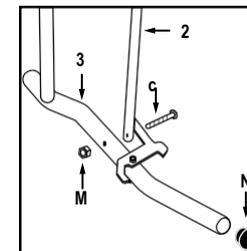

Рис. 3
- Выберите компоненты с маркировкой 2 и 3. Соедините 2 и 3 с помощью крепежных элементов С и М (Рис. 3).